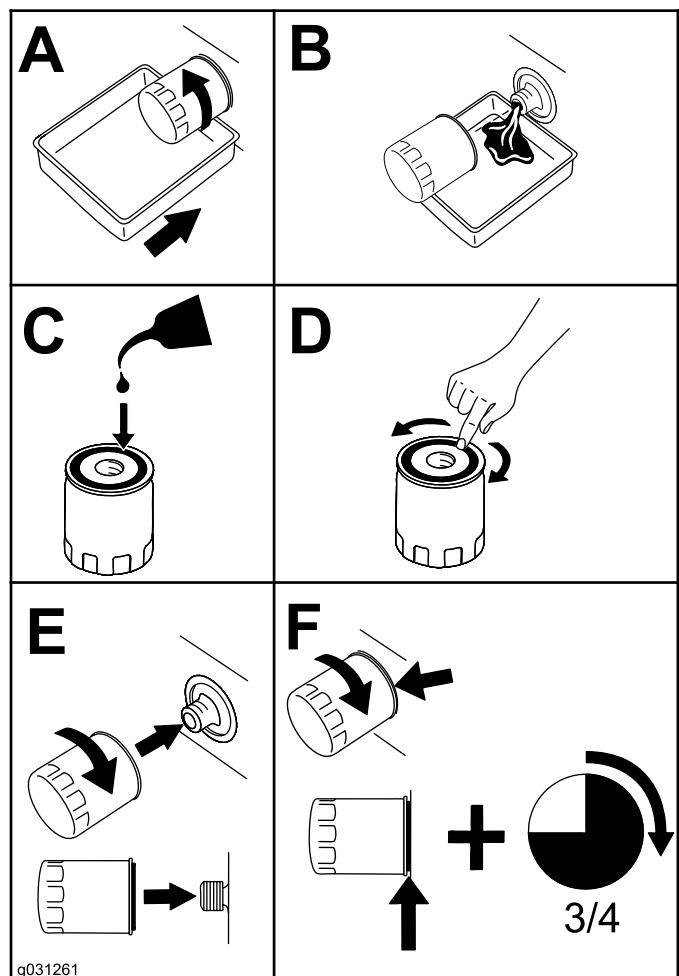

Figura 95
4. Sustituya el filtro de aceite del motor (Figura 95).